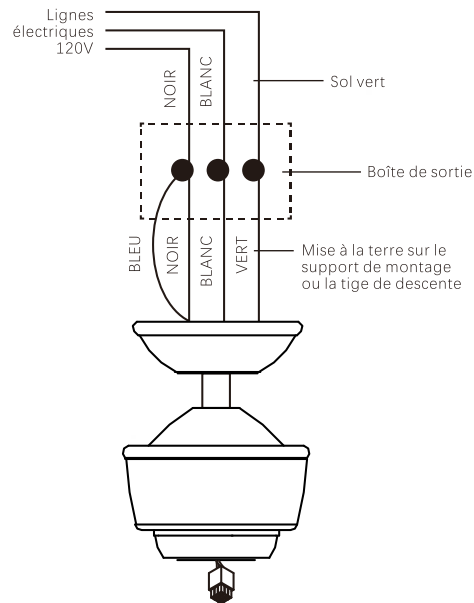

Fig.12
**Étape 1.** Veuillez connecter le fil d'alimentation du ventilateur (NOIR) et le fil d'alimentation de l'éclairage (BLEU) au fil chaud de l'alimentation de la maison (NOIR). (Fig.12)